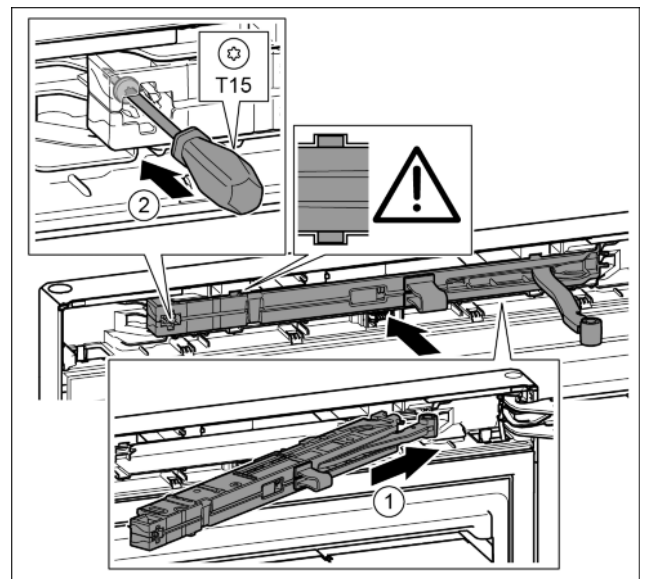

Fig. 39
- ▶ Schließdämpfereinheit auf der Lagerbockseite bis zum Anschlag schräg in die Aussparung einschieben. Fig. 39 (1)
- ▶ Schraube mit einem Schraubendreher T15 festschrauben. Fig. 39 (2)